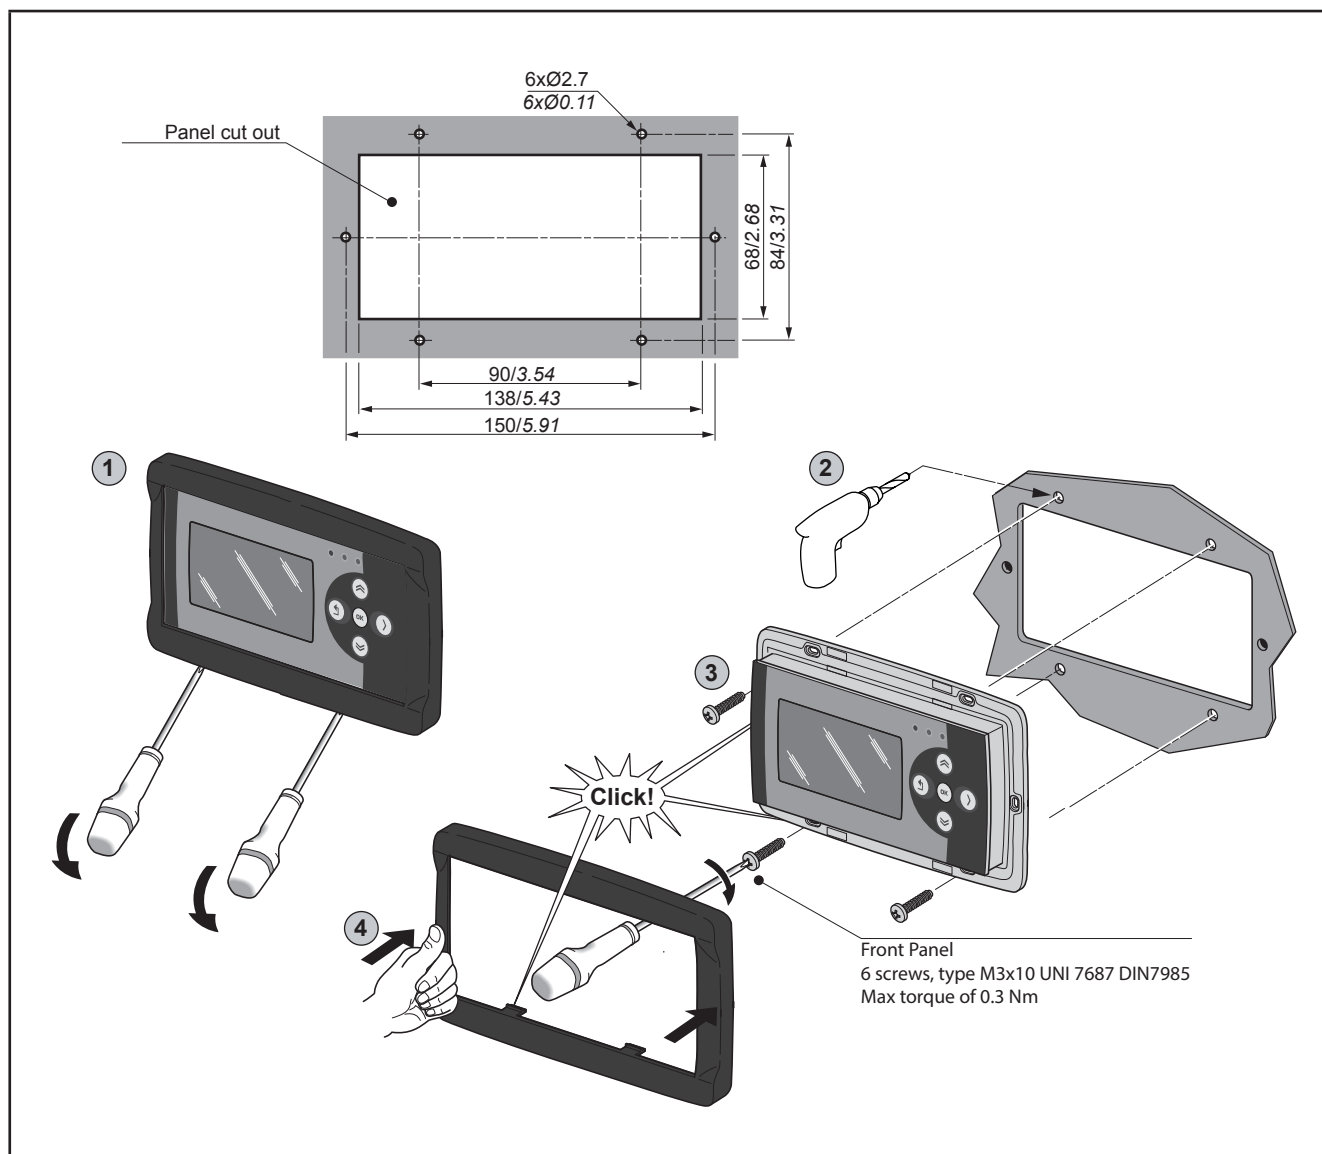

Fig. 16. Montaje de EVK PRO DISPLAY
El instrumento está diseñado para el montaje en panel (consultar Fig. 16 en la pág. 30) o para el montaje en pared (consultar Fig. 17 en la pág. 31) utilizando los accesorios, que se piden por separado.
2. Realizar 2 o 4 orificios de 2,7 mm (0.11 in) de diámetro a la distancia indicada (consultar Fig. 16 en la pág. 30).